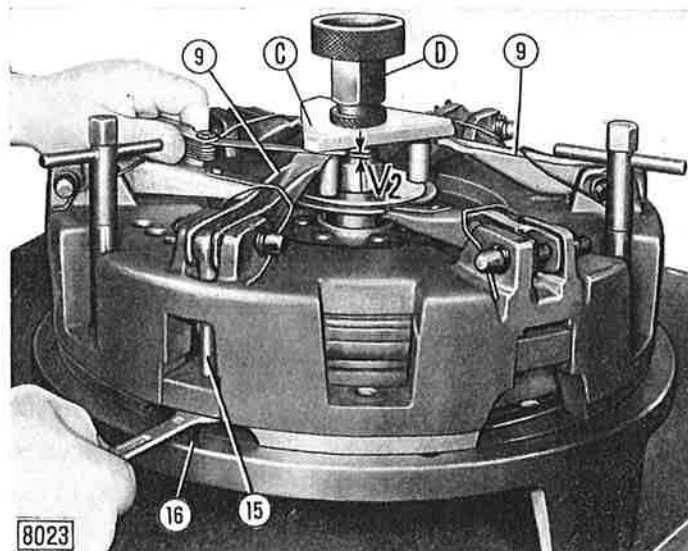

Fig. 75 - Contrôle et réglage au banc de la symétrie des leviers de débrayage de l'embrayage de prise de force avec la trousse universelle 291291/1.
Serrer ou desserrer les écrous (16, fig. 75) des tirants (15) de réglage des leviers d'embrayage de prise de force (9) de manière à réaliser le jeu (V_2) entre l'extrémité de chaque levier et la pièce de référence (C).